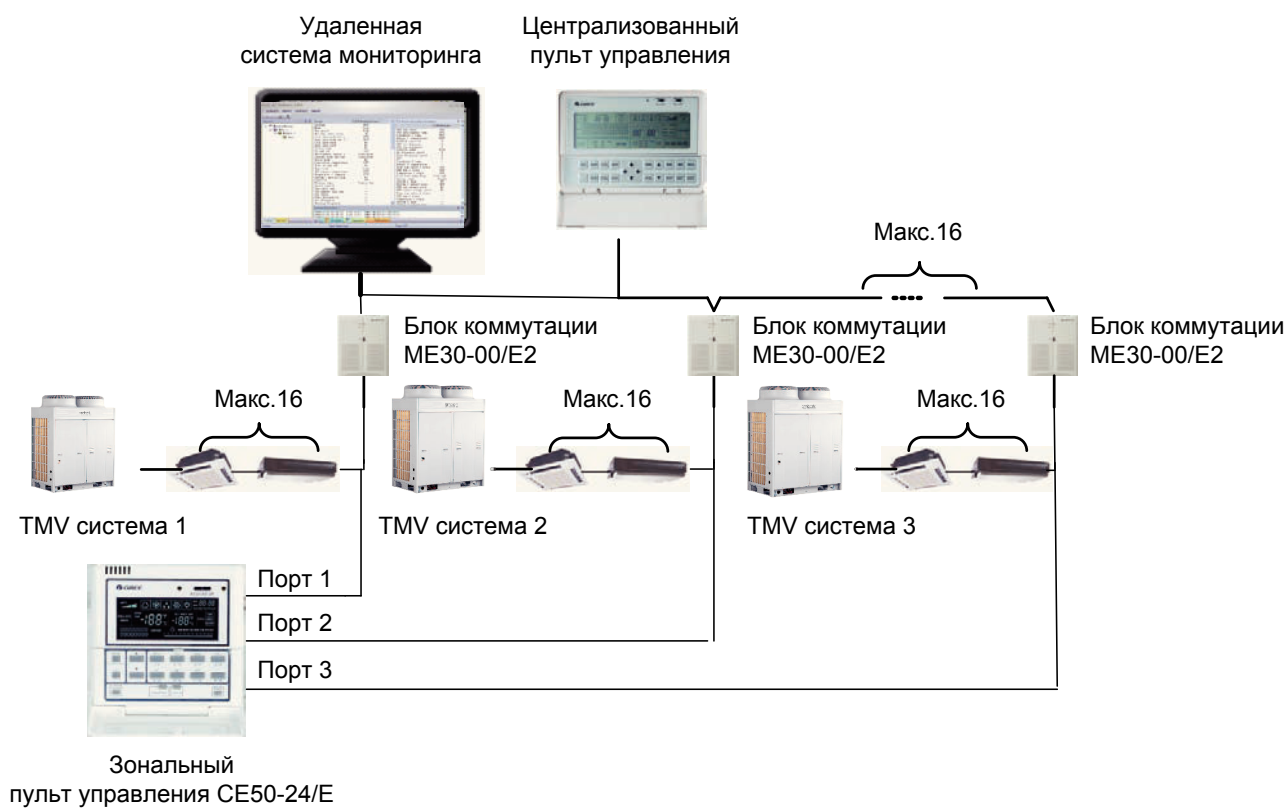

Рис. 6.19
6.3.7.3 Схема подключения зонального пульта и централизованного управления с пульта CE51-24/E(M) (или ПК) на рис. 6.19.